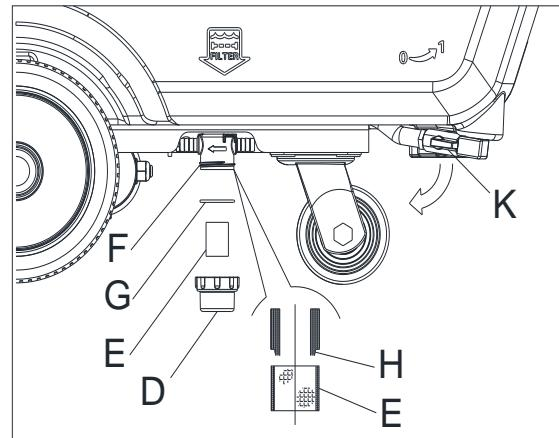

Figure 23
3. Vider le réservoir de solution ou enlever le bouchon (K, Figure 23).
4. Retirer le couvercle transparent (D), puis le tamis du filtre (E). Les nettoyer et les remettre sur le support (F).